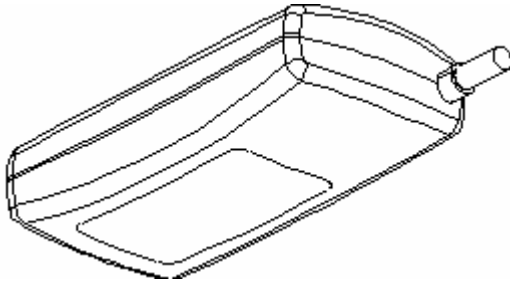

Рисунок 2.19 — Компоненти в зборці верхнього рівня
- зробіть поточним робочим видом *Трехмерный* і пообертайте вид для перевірки розміщення нового компонента (рис. 2.19);